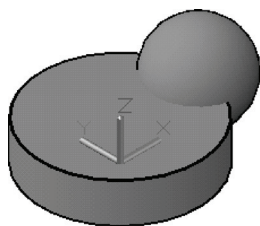

图 9-121 已有模型
1) 打开随书光盘“CH9”文件夹中的“BD_干涉检查.dwg”文件。在该文件中，存在着两个具有体积且相互重叠的零件模型，如图 9-121 所示。